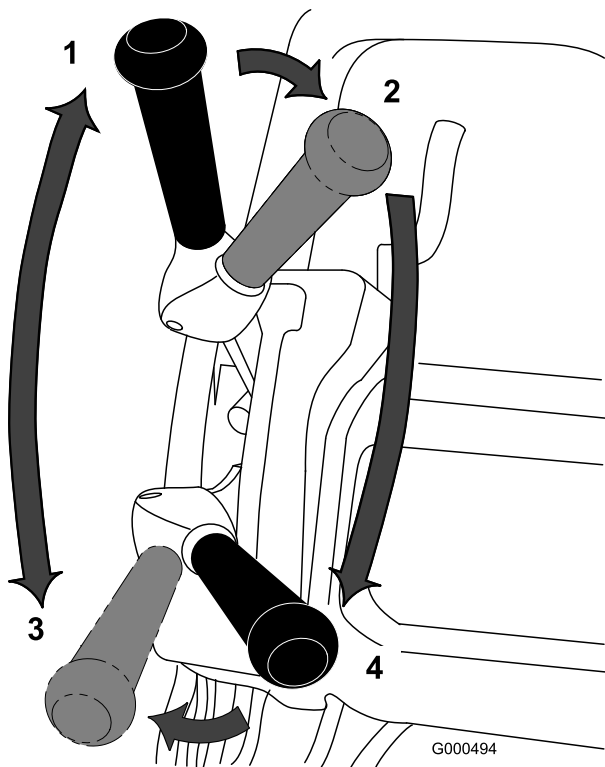

图26
1. 启动发动机，将油门设置为低速，向下推动手柄以提起滚刀组，压低操作员到位控制装置，将牵引杆移至“接合”位置，使剪草机行驶到果岭的环圈上（图26）。
2. 将牵引杆移至“分离”位置，然后接合滚刀驱动杆（图26）。
3. 将牵引杆移至“接合”位置，增加油门速度直至剪草机按照所需的地面行驶速度移动，将剪草机推到果岭区，放下剪草机的前端，然后开始剪草（图26）。